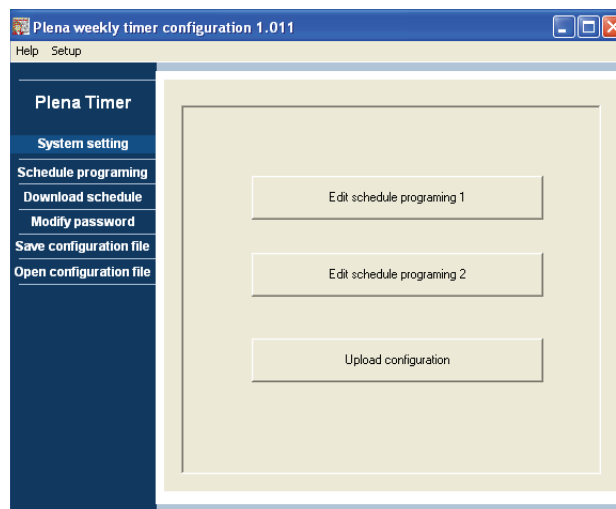

figure 8.14: Boutons Programming et Upload
- 1 Depuis le menu principal, cliquez sur le bouton Schedule programming. La fenêtre suivante s'affiche (voir figure 8.14).